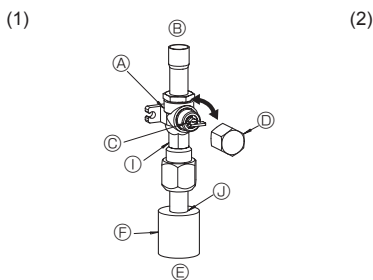

Fig. 4-6
- (1) Gasseite (Fig. 4-6)
- ① Entfernen Sie die Kappe, ziehen Sie den Griff zu sich und drehen ihn zum Öffnen 1/4 Drehung nach links.
- ② Prüfen Sie, ob das Absperrventil vollständig geöffnet ist, drücken Sie den Griff zurück und setzen Sie dann die Kappe wieder auf und schrauben sie fest.